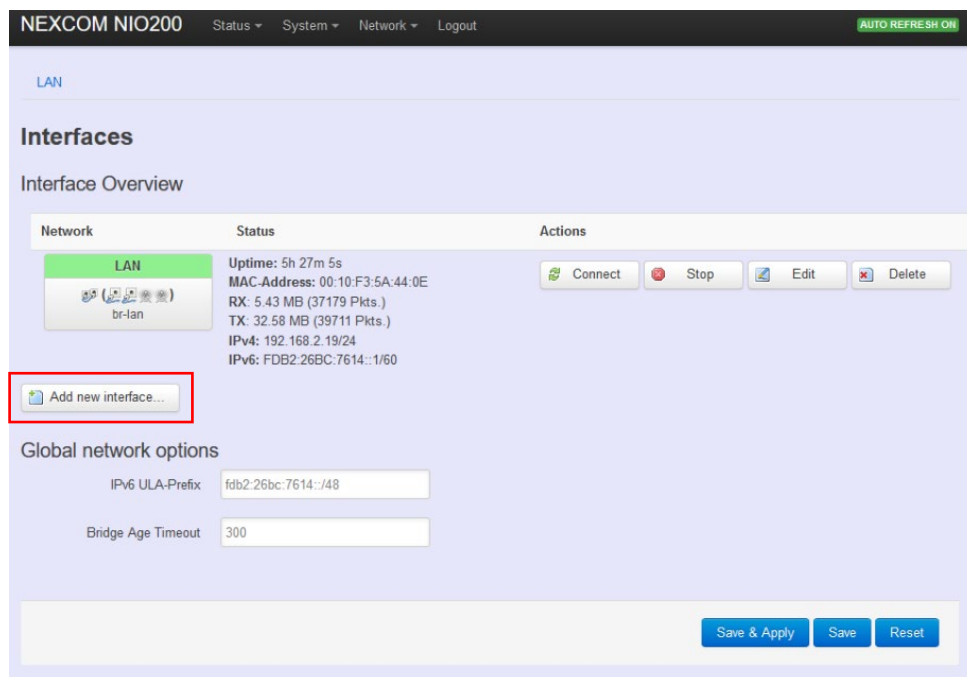

Figura 15.4 – Adicionando uma nova interface
3. Clique em Adicionar nova interface (**Add new Interface**), Figura 15.4